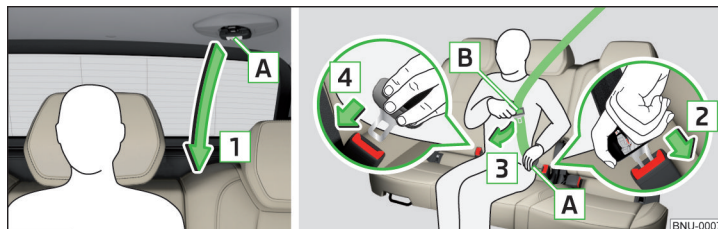

Fig. 19 Colocar/quitar el cinturón de seguridad sobre el asiento Vario-Flex central
- Tirar lentamente el cinturón en la lengüeta de cierre **[A]** » **fig. 19** hacia abajo en el sentido de la flecha **[1]**.
- Agarrar la lengüeta del cinturón **A** » fig. 19 y pulsar la tecla roja en el cierre del cinturón, la lengüeta del cinturón saldrá disparada.